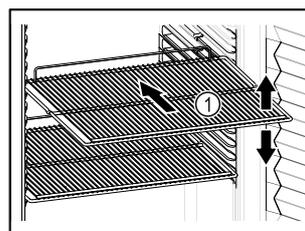

Fig. 60
- Lorsque les grilles de support Fig. 60 (1) peuvent être déplacées, changez leur position en fonction de la hauteur des aliments.